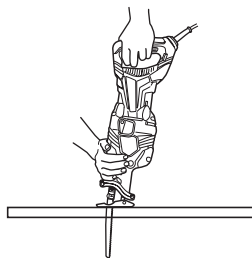
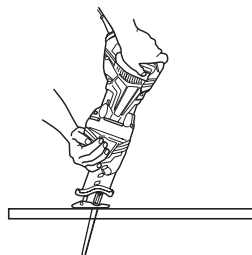

Fig. 28
Fig. 29
- (3) Tenir le corps de l'outil fermement jusqu'à ce que la lame aient complètement coupé le matériau. (Fig. 28, Fig. 29)